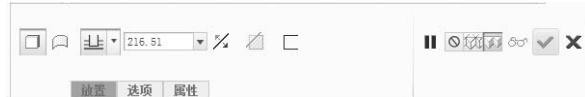
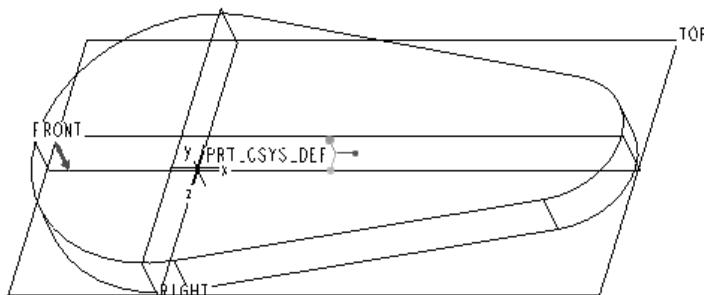

图 3.12 【拉伸】操控板
图 3.27 圆柱体 B 生成方向
(1) 从【形状】操控板中单击【拉伸】按钮 ，系统显示【拉伸】操控板，如图 3.12 所示。
(1) 单击【形状】操控板中【拉伸】按钮 ，系统显示【拉伸】操控板，如图 3.12 所示。
(2) 在【选项】弹出菜单中选择单侧的，即只在【侧 1】中选择一个方向，从而单向生成平板 A 特征。
(3) 在操控板中单击【放置】按钮，在弹出面板中单击【定义】按钮，系统会弹出【草绘】对话框，提示用户设置草绘平面。选取 TOP 为草绘平面，系统以箭头提示拉伸的生成方向，如图 3.27 所示。这里不做设置，采用【正向】方式。系统提示选取草绘放置平面，选择 RIGHT 平面。